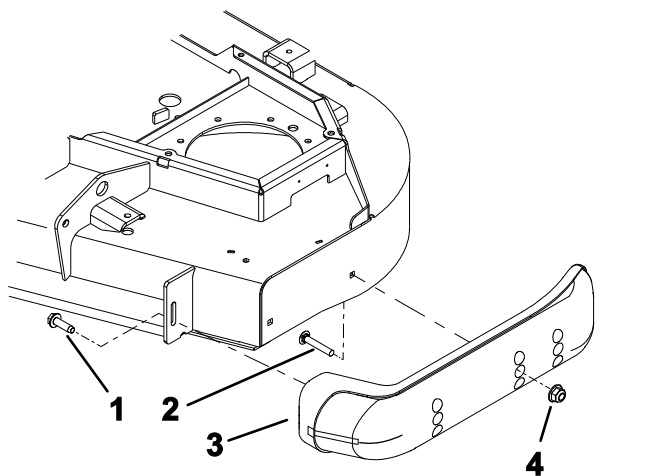

Figura 12
3. Afloje el tornillo situado en la parte delantera de cada patín (Figura 12).
5. Mueva cada patín a la posición deseada y fíjelos con los pernos con arandela prensada y las tuercas (Figura 12).